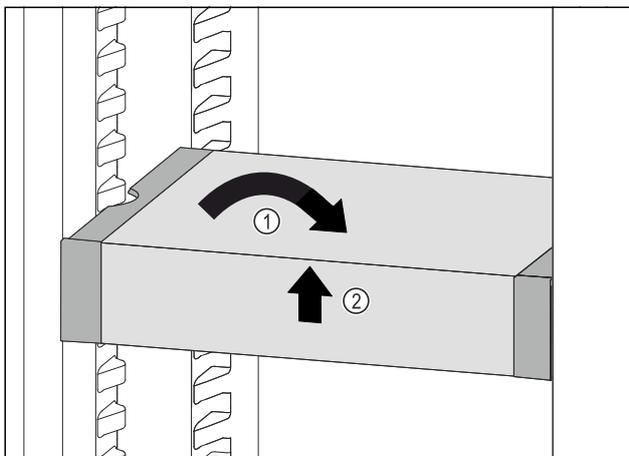

Fig. 50
- VarioSafe gerade stellen. Fig. 50 (1)
- VarioSafe vorne anheben. Fig. 50 (2)